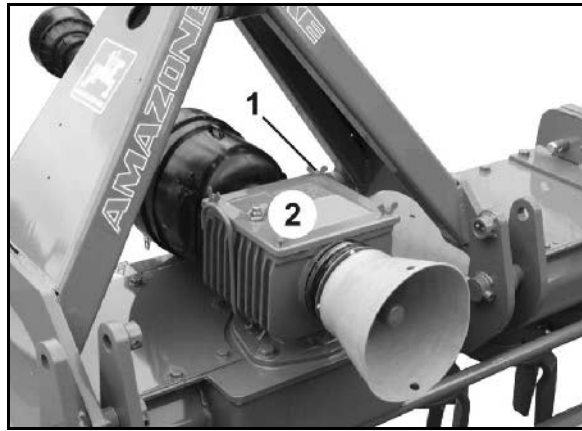

Fig. 54
4. Vites kutusu kapağındaki (Fig. 54/2) cıvataları (Fig. 54/1) gevşetiniz ve çıkartınız.